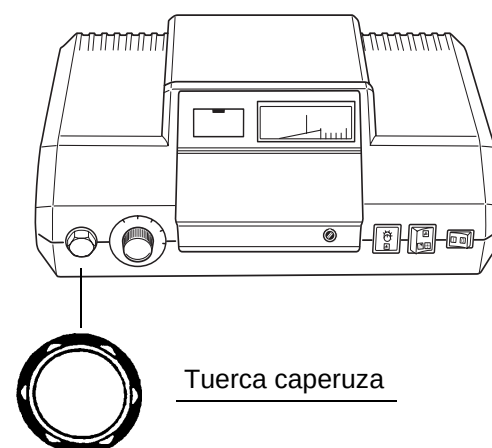

Fig. 3
- Para desbloquear el termostato de seguridad, desenrosque la tuerca caperuza en el STB y oprima el botón contra perturbaciones situado debajo (Fig. 3).